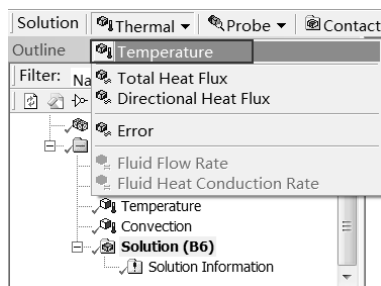

图 15-25 添加温度选项
Step2：选择 Solution 工具栏中的 Thermal（热） Temperature 命令，如图 15-25 所示，选中此时在分析树中会出现 Temperature（温度）选项。